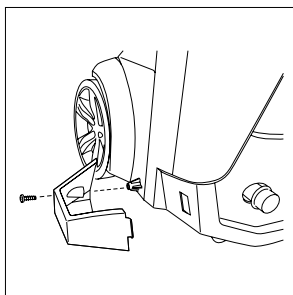

Fig. 2
- Deslice la lengüeta en la ranura y atornille la bandeja de la boquilla en la parte inferior de la unidad. (Fig. 2) Al colocar la pistola con la lanza unida, la boquilla descansará en esta bandeja.